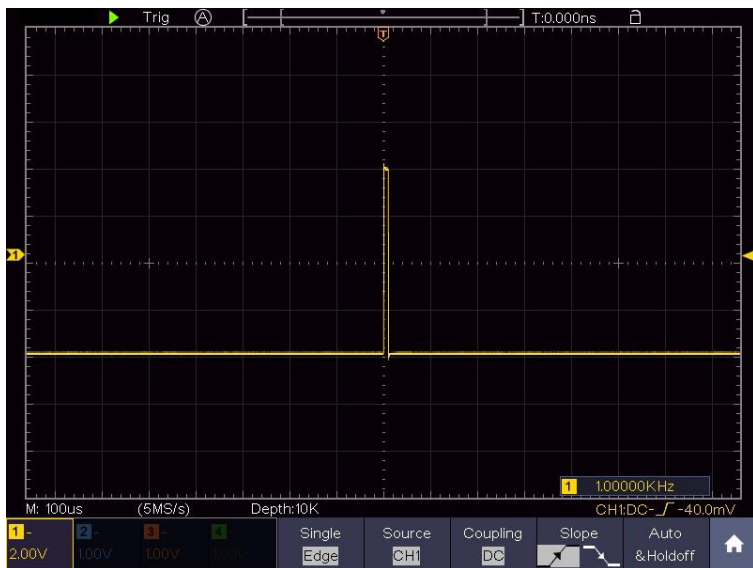

Рисунок 51 - Захват одиночного сигнала
12. Проверьте индикатор состояния триггера в верхней части экрана, если он не готов, нажмите кнопку Run/Stop – начнется сбор данных, дождитесь срабатывания триггера. Если сигнал достигает заданного уровня триггера, будет произведена одна выборка, которая затем отобразится на экране. Используя этот подход, случайный импульс может быть легко захвачен. Например, если мы хотим найти выброс с высокой амплитудой, установите уровень триггера чуть более высоким, чем среднее значение уровня сигнала. Нажмите кнопку Run/Stop и дождитесь триггера. Как только произойдет выброс, инструмент автоматически сработает и запишет форму сигнала вблизи точки запуска. Повернув ручку «Горизонтальное положение» в горизонтальной области управления на панели, вы можете изменить положение горизонтального срабатывания, чтобы получить отрицательную задержку, что облегчает наблюдение за формой сигнала до появления выброса (см. Рисунок 51).